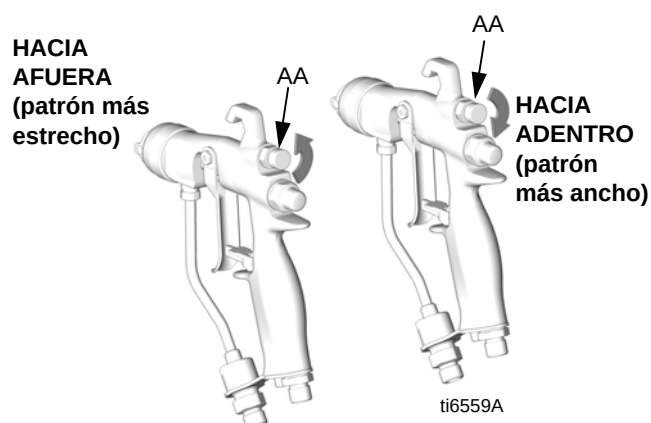

FIG. 4. Perilla de aire del patrón
1. Consulte la FIG. 4. Cierre el aire de ajuste del patrón girando la perilla (AA) en el sentido de las agujas del reloj (hacia adentro) a fondo. Esto ajusta la pistola para el patrón más ancho.
3. Consulte la FIG. 4. Para un patrón más estrecho, gire la perilla de la válvula de ajuste del patrón (AA) en sentido contrario a las agujas del reloj (hacia afuera). Si el patrón aún no es lo bastante estrecho, aumente levemente la presión de aire a la pistola o utilice una boquilla de tamaño diferente.